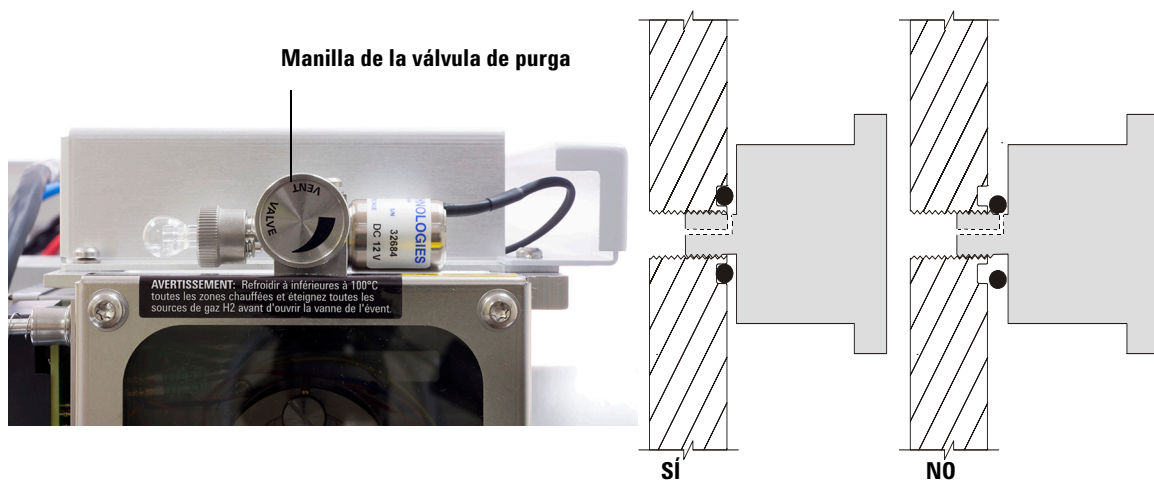

Figura 35 Manilla de la válvula de purga del MS
- 8 Gire la manilla de la válvula de purga a izquierdas *solo* 3/4 de vuelta, hasta que oiga el silbido del aire fluyendo hacia el interior de la cámara del analizador. (Consulte la Figura 35.)